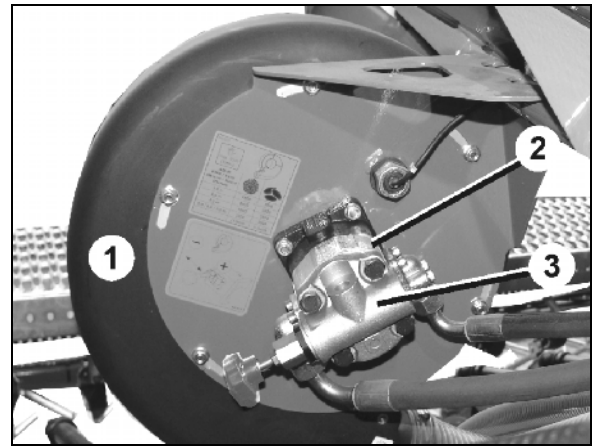

Fig. 39
Hydraulikkmotoren (Fig. 39/2) driver viften (Fig. 39/1).
- på strømreguleringsventilen (Fig. 39/3) til hydraulikkmotoren.